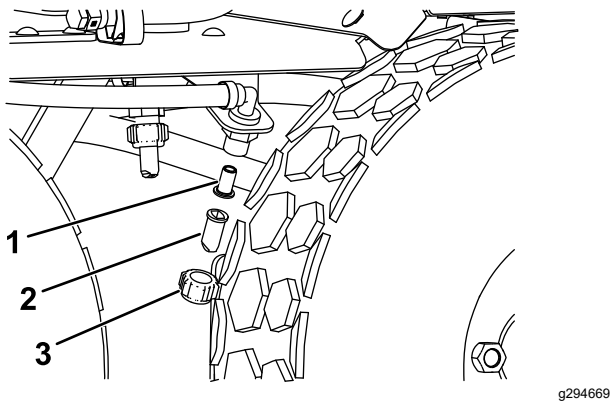

Figura 56
1. Limpie la zona alrededor de la boquilla de pulverización (Figura 56).